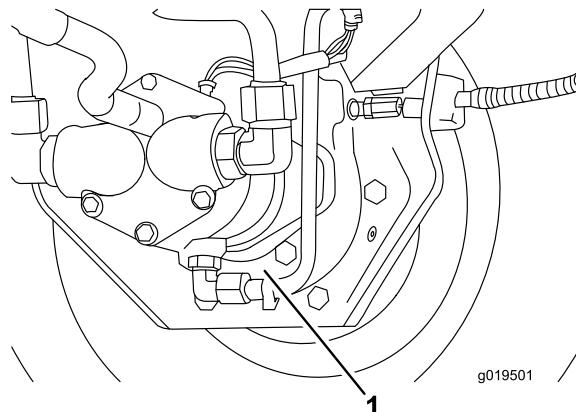

Figura 61
3. Coloque o recipiente de escoamento por baixo da estrutura do travão, retire o tampão e deixe o óleo escorrer para o recipiente (Figura 61).